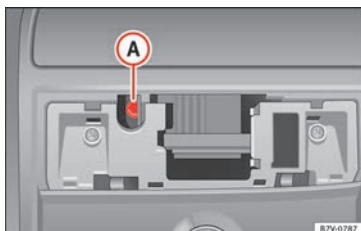

Fig. 202 Tornillo Allen para cerrar el techo corredizo panorámico.
- Introduzca una llave Allen corriente¹⁾ del tamaño 4 mm en el tornillo Allen » **fig. 202 (A).**